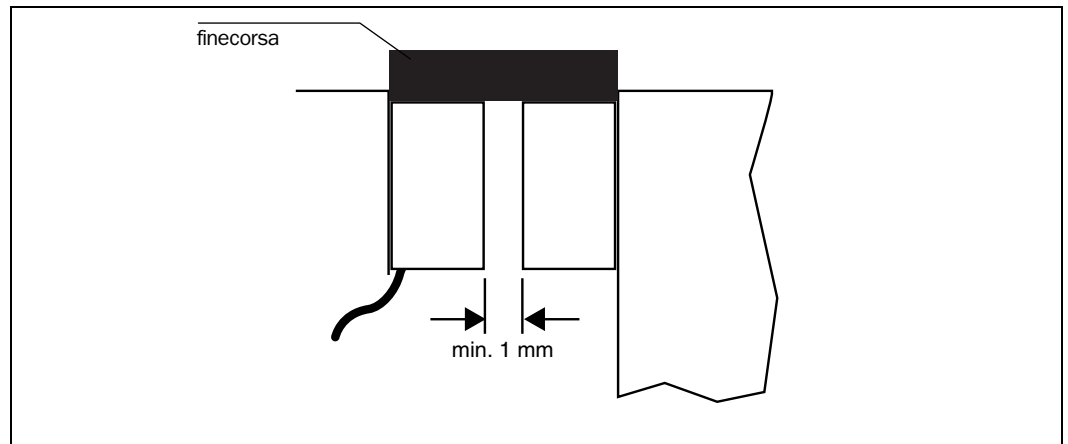

Fig. 2: Esempio di montaggio di sensore e dispositivo di azionamento
- Montare il sensore e l'attuatore in modo che non vengano a contatto tra di loro: distanza minima delle superfici frontali con dispositivo di protezione chiuso 1 mm, distanza massima 4 mm (Fig. 2).
- Predisporre un ulteriore fincorsa per la parte mobile del dispositivo di protezione (Fig. 2).